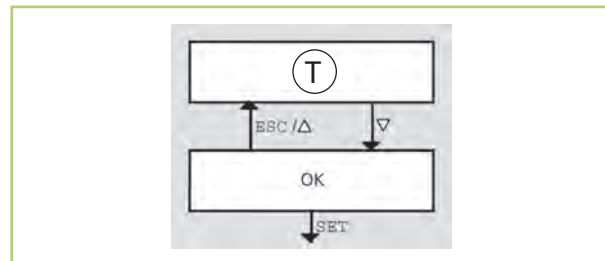

Abb. 34: Uhrzeit einstellen
Der Regler wird in der Fertigung voreingestellt. Sie müssen nur die Uhrzeit und das Datum einstellen (Abb. 34).
- "▽/ESC/Δ" navigieren blockweise vor und zurück (Abb. 34: "▽" = vor; "ESC/Δ" = zurück).